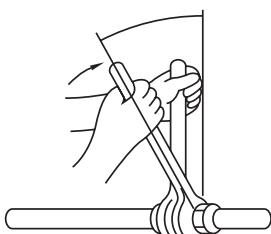

Fig. 5-8
- Pålør et tyndt lag køleolie på rørets sædeoverflade. (Fig. 5-8)